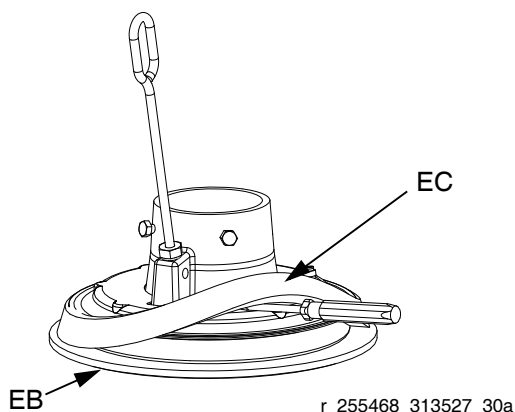

FIG. 17: Espaçador deslizante
3. Com a mão incline o espaçador (EC) e retire-o da placa através da flange e no fundo das escovas (EB). Consulte a FIG. 17.
4. Guarde o espaçador (EC), conforme necessário para outras aplicações.
2. Verifique se o diâmetro grande do espaçador (EC) está virado para **baixo**. Coloque o espaçador (EC) para cima do cilindro de forma manual completamente acima da flange do cilindro. Consulte a FIG. 17.